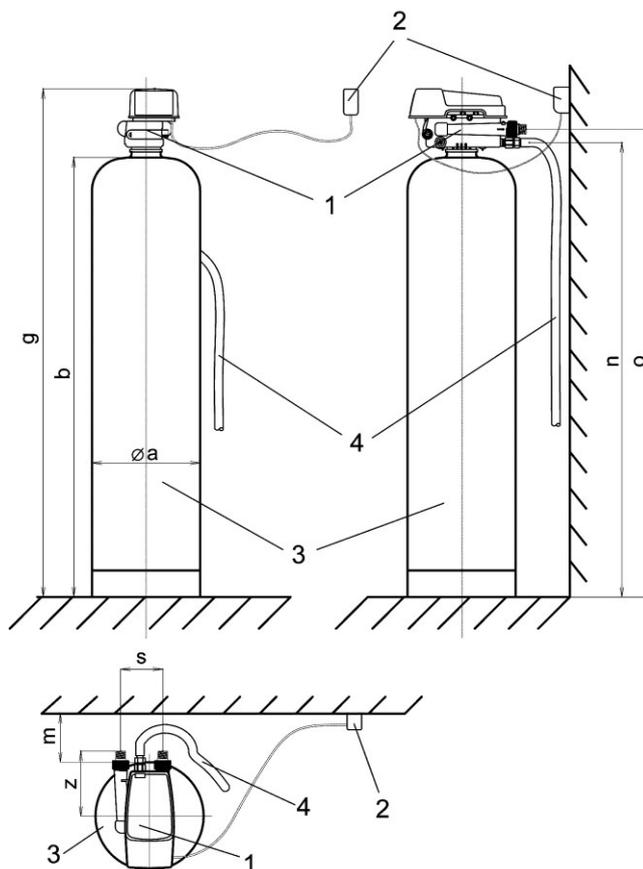

Рис.1. Справочные размеры для фильтров серии «НФК».
Справочные размеры для фильтра серии «НФК» с корпусом 13 дюймов в диаметре приведены на Рис.1 и в Таблице 2.
4.1. Фильтры насыпного типа серии «НФК» состоят из следующих основных частей (см. Рис.1): управляющий клапан, корпус, поддерживающая засыпка и фильтрующая среда.
1. **В рабочем режиме «SERVICE»** вода поступает в корпус через вход управляющего клапана (слева, см. Рис.1) и двигается в корпусе *сверху вниз*, проходя через фильтрующую среду. Очищенная от загрязнения вода проходит через «поддерживающий» слой, далее через щели (сетку) нижней корзины распределителя и попадает в распределительную трубу (стояк). Далее вода поднимается вверх по трубе и поступает на выход управляющего клапана.